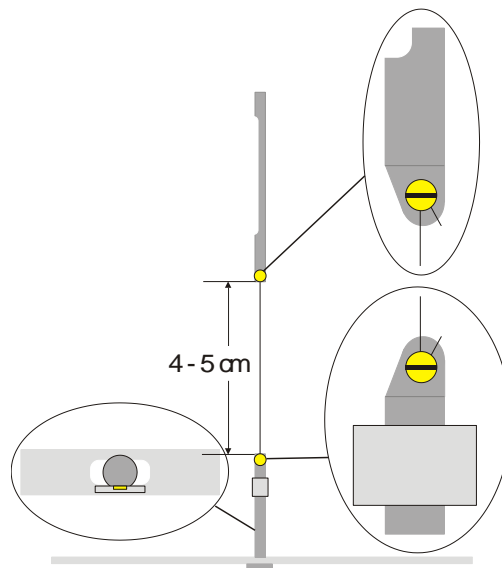

Fig. 3 Representación esquemática del péndulo de torsión (Detalle a la izquierda: Travesaño con la suspensión inferior, visto por encima)
- La suspensión inferior se atornilla en el centro del travesaño, teniendo en cuenta que la superficie del espejo quede paralela al travesaño (ver Fig. 3).
- Se fija sobre el papel el extremo del hilo junto a la suspensión superior, utilizando un pedazo de cinta adhesiva. Ahora se coloca el hilo alrededor de los tornillos de fijación y se atornillan los tornillos, teniendo en cuenta que el hilo no se doble. El hilo debe, en lo posible, quedar centrado entre las dos suspensiones (ver Fig. 3).